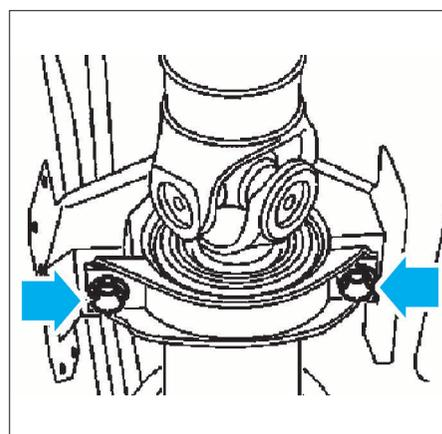

FIG. 2
- Desserrer les fixations du palier intermédiaire (Fig.2).
- Déposer les vis de fixation du palier intermédiaire (Fig.2).